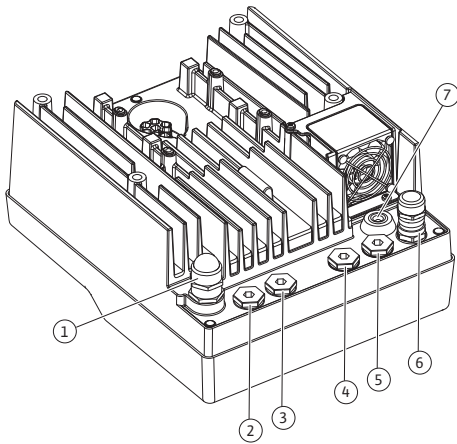

Fig. 19: Kabelforskruninger/kabelgennemføringer
4. Træk tilslutningskablet gennem kabelforskruning M25 (Fig. 19, pos. 1). Spænd kabelforskruningen med de foreskrevne drejningsmomenter.